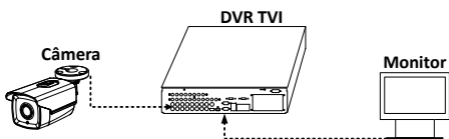

Figura 3-1 Conexão
1. Conecte a câmera com o DVR TVI e o monitor conforme mostrado na Figura 3-1.